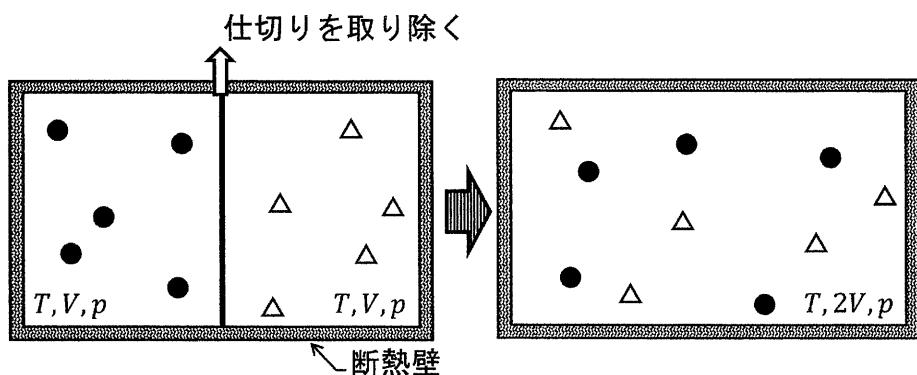

図2-1 理想気体の混合過程の模式図（●: 気体 A, △: 気体 B）。
(3) 図2-1に示すように、仕切りのある容器に2種類の理想気体 A と B が別々にはいっており、仕切りを取り除くことで A と B を断熱条件の下で混合する。混合前後でのエントロピーの変化を式(2.6)に基づいて考える。計算を簡単にするため、混合前の両気体は温度  $T$ 、体積  $V$ 、圧力  $p$  が等しいとする。このとき、混合後の気体の温度と圧力は混合前と変わらず、体積が  $2V$  となる。混合前後でのエントロピー変化  $\Delta S$  は、それぞれの気体のエントロピー変化の和であり、式(2.6) より